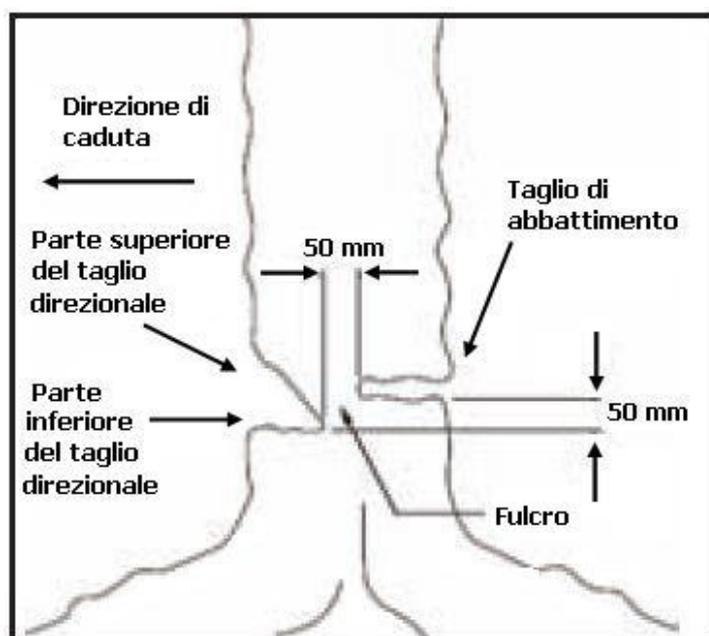

Fig. 2B
- ✓ Generalmente per abbattere un albero è necessario effettuare 3 tagli (Fig. 2B): la parte superiore del taglio direzionale la parte inferiore del taglio direzionale e il taglio di abbattimento.
- ✓ A questo punto eseguire il **taglio di abbattimento** sul lato opposto al primo. Effettuare il taglio di abbattimento 3-5cm sopra il piano della linea del taglio direzionale (Fig. 2B). Far avanzare la lama lentamente nel tronco e accertarsi che l'albero non si muova in direzione opposta a quella prevista per la caduta.